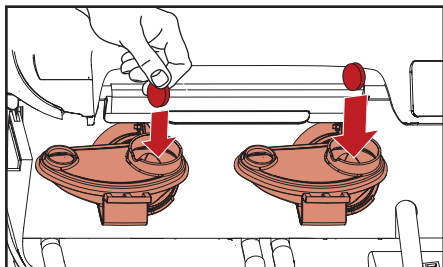

Fig. 5.6 - Insérez les pastilles de nettoyage Rinza
4. Insérez une pastille de nettoyage Rinza dans les deux bols de mélange (fig. 5.6).
- h. Insérez une pastille de nettoyage Rinza dans les deux bols de mélange (fig. 5.6).